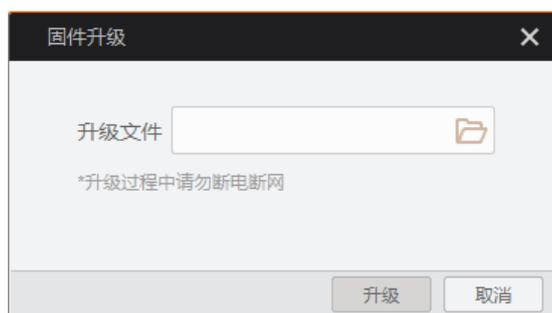

图10-6 固件升级
4. 单击  选择和待升级设备型号一致的固件包（dav 文件），如图 10-6 所示。